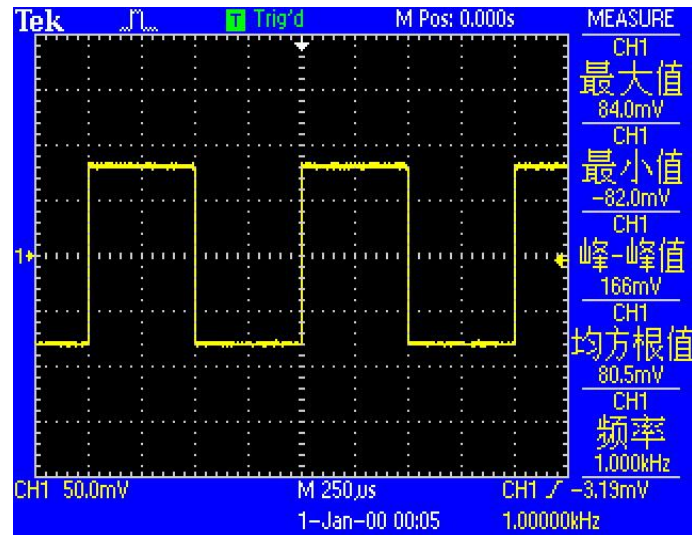

图 98. 待测信号参数图
3. 打开函数信号发生器电源，将参数设置为“波形：方波”、“幅值：80 mVrms”、“频率：1 kHz”，待测信号参数如图 98 所示：